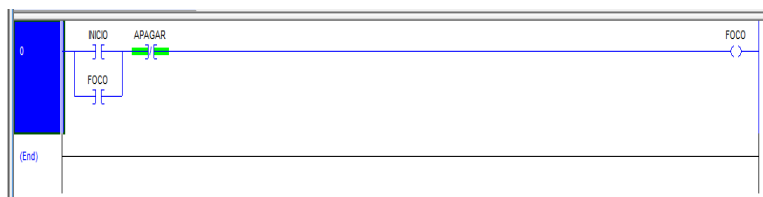

Figura 3: Creación de un proyecto en RSLogix 5000
1. Realizar un proyecto en RSLogix 5000 seleccionar el controlador a utilizar en este caso el L36ERM, después ejecutar un sencillo código con tags internas del controlador como se muestra en la Figura 3.